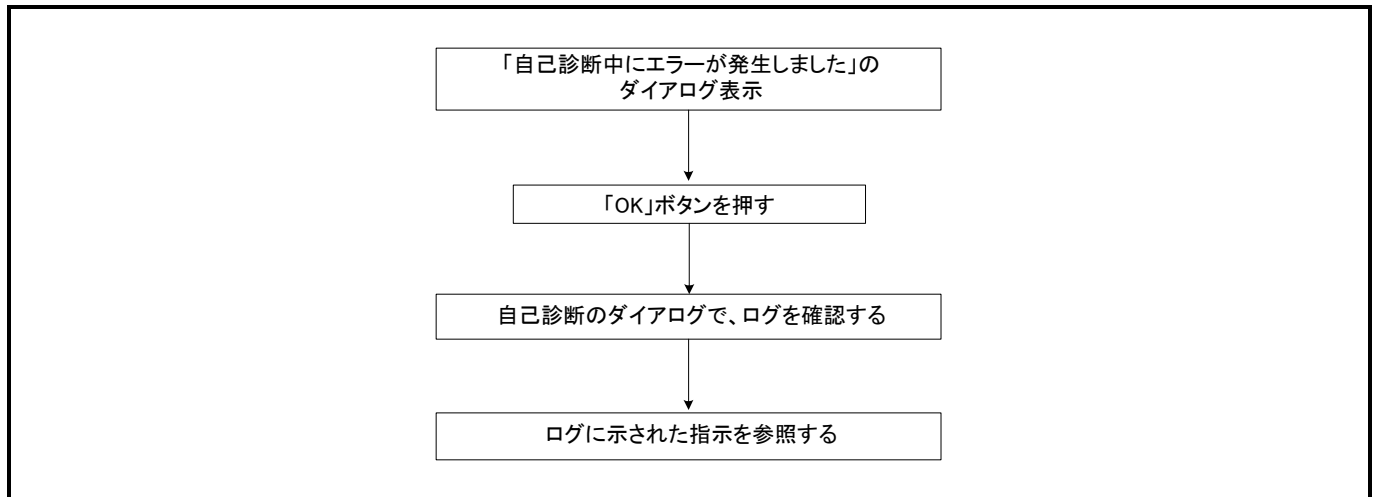

図6.2 自己診断エラー時の確認フロー
- ① E100エミュレータ本体とMCU Unitの接続を再度ご確認ください。
- ② 正しいファームウェアを再度ダウンロードしてください。
- ③ デバッガソフトの自己診断エラー時のログを確認いただき、ログに示された指示をご参照ください。（図6.2参照）